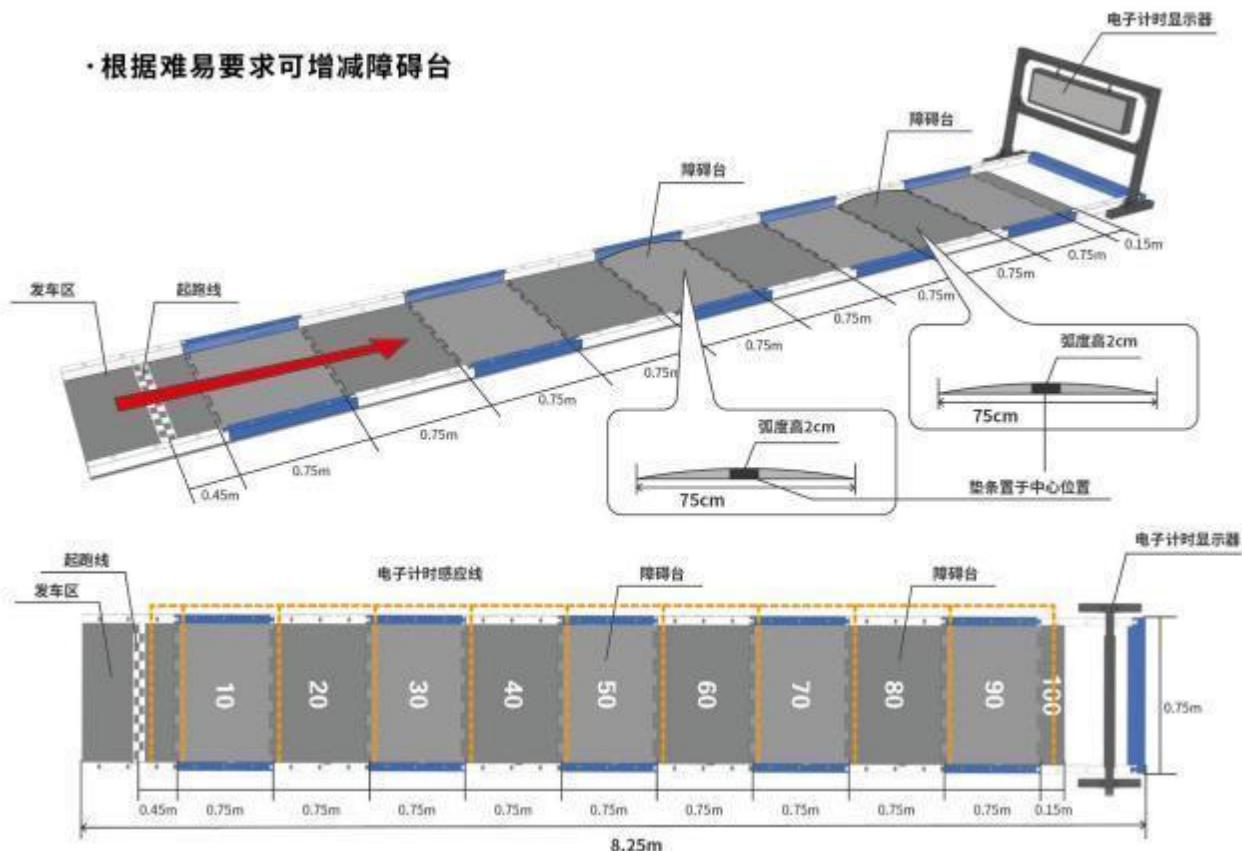

图6空气动力竞速赛场地示意图
2.4.2 竞赛场地（见图6）：在室内平整地面上设置竞赛专用赛道（长7500mm、宽750mm、高600mm的长方形场地）；距起跑线3450mm及5700mm处设有弧形障碍台，弧顶高20mm；设有行走区域得分值10分起至90分（每个分数段均标示分数），并安装ZT-M2/NC电子计时器。